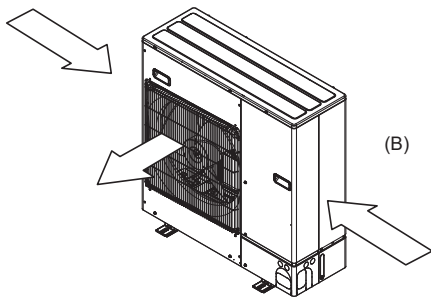

Fig. 2-6
- (3) Coloque la unidad de manera que la salida de aire sople en dirección perpendicular a la dirección estacional del viento, si la conoce. (Fig. 2-6)